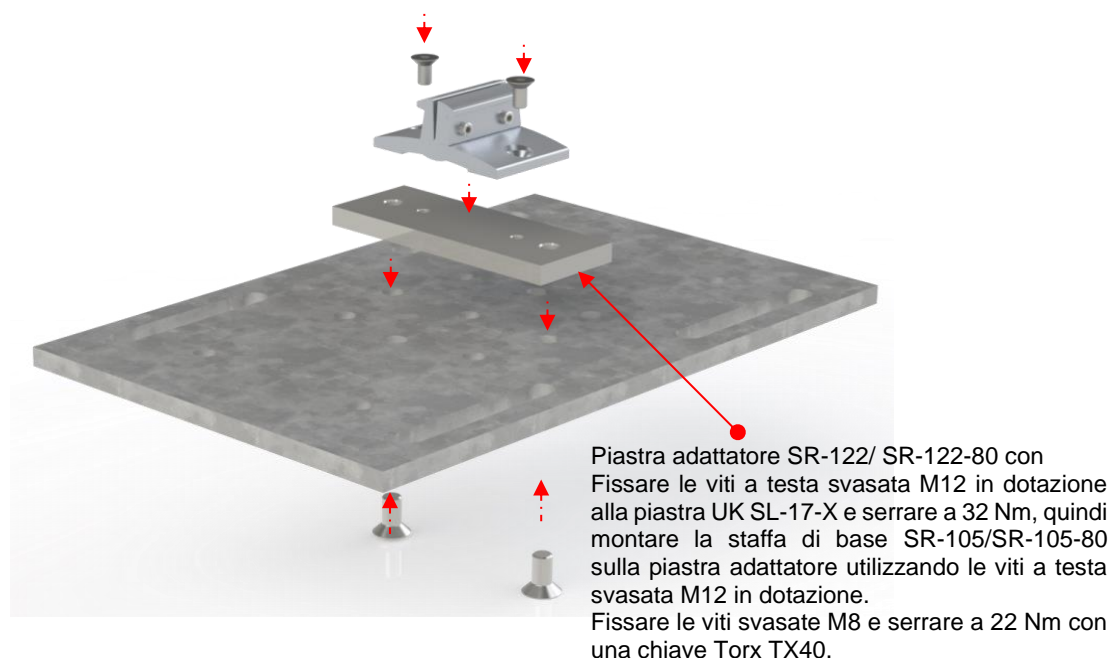

Fig. 6 Montaggio della staffa di base SR-105 sulla piastra di adattamento SR-122 per le piastre della sottostruttura SR-017
7. Per assemblare le singole parti utilizzare Fig.1 - Fig.6 dal capitolo 5.